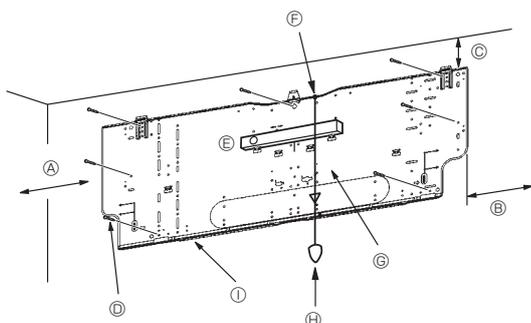
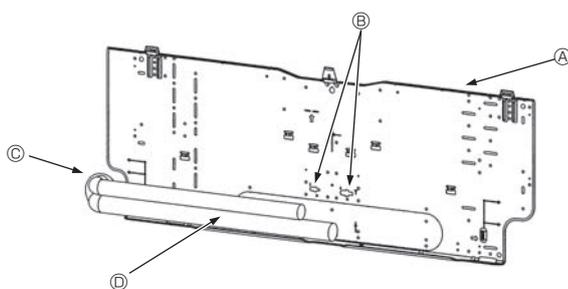

Fig. 3-4
Fig. 3-5
■ PKA-RP60, 71, 100KAL (Fig. 3-4)
- Ⓓ Fikser skruer (4 × 25) ②
- Ⓛ Monteringsplade ①
3.3. Ved indbygning af rør i muren (Fig. 3-5)
- Ⓐ Monteringsplade ①